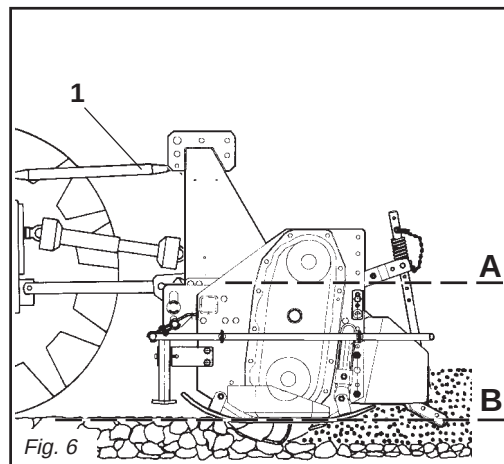

Fig. 6
- 4 - Collegare il terzo punto superiore ed effettuare una corretta regolazione con il tirante (1 Fig. 6) verificando che il piano superiore della zappatrice (A Fig. 6) risulti parallelo al piano terra (B Fig. 6). Ciò è molto importante allo scopo di ottenere il parallelismo tra
- 4- *Connect the upper third-point and correctly regulate by means of the adjuster (1 Fig. 6), checking that the upper surface of the steering hoe (A Fig. 6) is parallel to the ground (B Fig. 6). This is very important since it achieves parallelism between the axis of the steering hoe and that of the tractor pto.*
- 4- Den oberen Kupplungspunkt anschließen und den oberen Lenker (1 Abb. 6) korrekt einstellen. Sicherstellen, daß die obere Haubenkante der Hackfräse (A Abb. 6) parallel zum Boden (B Abb. 6)
- 4- *Reliez le troisième point supérieur et réglez correctement à l'aide du tirant (1 Fig. 6). Assurez-vous que le plan supérieur de la houe rotative (A Fig. 6) soit pratiquement parallèle au terrain (B Fig. 6). Ceci est très important en vue d'obtenir le parallélisme entre l'axe de la houe et celui de la prise de force du tracteur. Travailler dans ces condi-*
- 4- Conectar el tercer punto superior y efectuar una correcta regulación con el tirante de regulación (1 Fig. 6) controlando que el plano superior de la binadora (A Fig. 6) resulte paralelo al plano al nivel del suelo (B Fig. 6). Esto es muy importante para obtener